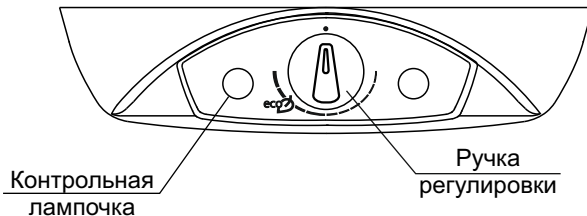

Рисунок 2 - Панель управления ЭВН моделей **3W30V1, 3W40V1, 3W50V1, 3W60V1, 3W80V1**
- в ЭВН моделей **3W30V1, 3W40V1, 3W50V1, 3W60V1, 3W80V1** регулировка осуществляется с помощью ручки регулировки. Поворотом ручки регулировки по часовой стрелке увеличивают температуру нагрева воды, против часовой стрелки - уменьшают. Для ориентации на шкале обозначено положение ручки регулировки «**есо**», соответствующее нагреву воды примерно до 60 °С (см. рисунок 2).